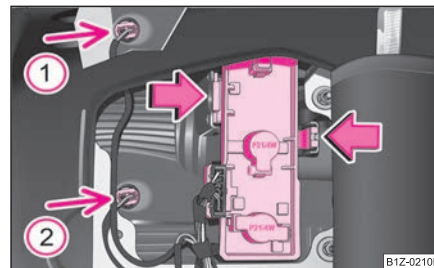

Fig. 236 Desmontaje del soporte de lámpara
- Presione las pestañas de enclavamiento en el sentido de la flecha y saque el soporte de lámpara ⇒ fig. 236.
- Saque la bombilla defectuosa (flecha ① ó ② ⇒ página 260, fig. 236) de la carcasa y cámbiela por una nueva.